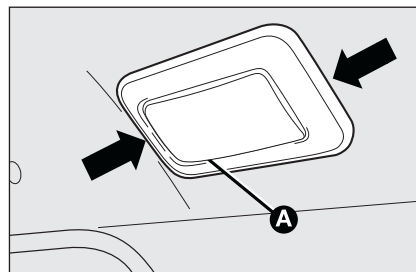

fig. 40
- ☐ extraer la lámpara de techo **A-fig. 40** interviniendo en los puntos indicados por las flechas;